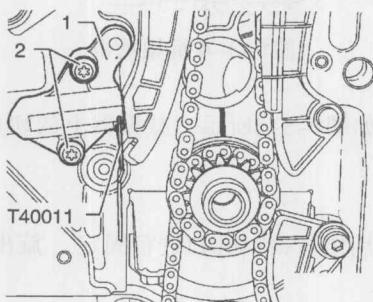

图1-2-14 安装正时链张紧器
⑧如图1-2-14所示，安装链张紧器1并用 $9\text{N}\cdot\text{m}$ 的力矩拧紧紧固螺栓2，从链张紧器中拔出定位销T40011，张紧正时链。检查曲轴链轮和气缸体上的标记，它们必须相互重叠。